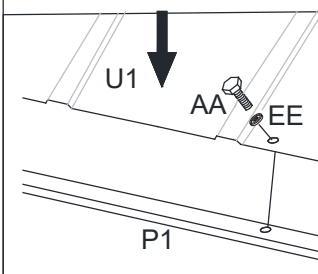

Figure 12-2
12.2. Attacher le panneau d'évent de toit (U1) au cadre de l'évent de toit et attacher-le au côté court de l'évent de toit (P1) à l'aide des boulons (AA) et des rondelles (EE). Voir figure 12-2.